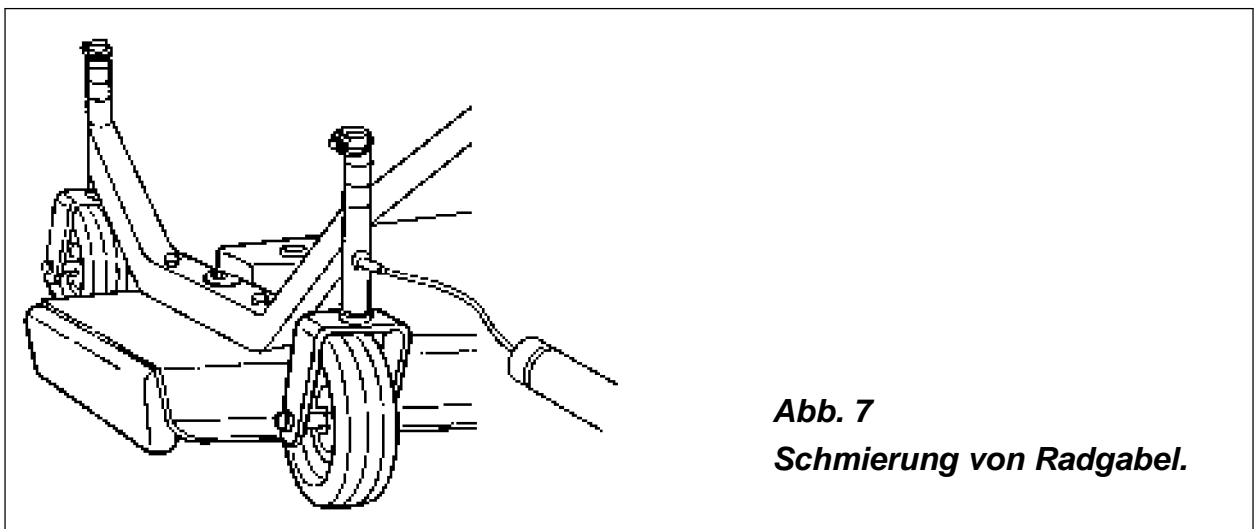

Abb. 7
1. **Kardanwelle, Radgabel und Räder schmieren:** An der Kardanwelle in Höhe der Gelenkkreuze und der Teleskopwelle zwei oder dreimal mit der Fettbüchse Schmierfett abgeben. Dies gilt auch für die Schmierung der Radgabeln (**siehe Abb. 7**). Was die Kardanwelle anbetrifft, die Anweisungen der Bedienungs- und Wartungsanleitung des Herstellers befolgen.